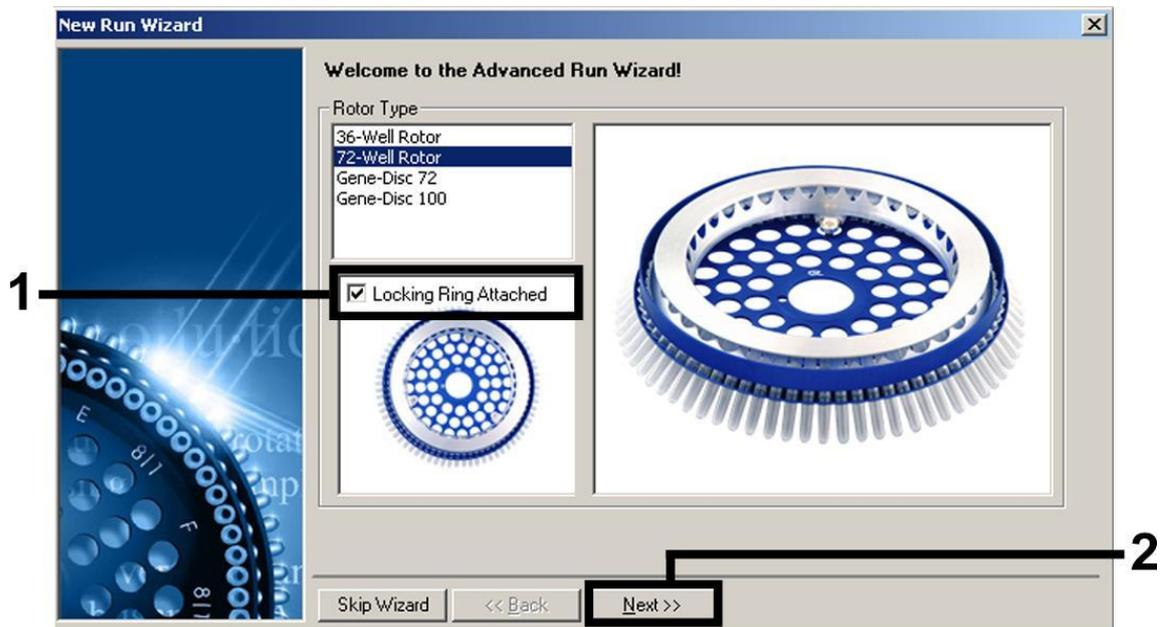

Figure 1. Boîte de dialogue « New Run Wizard ».
Définition des paramètres généraux d'analyse	Figures 1, 2, 3
6. Tout d'abord, ouvrir la boîte de dialogue « New Run Wizard » (Assistant de lancement d'un nouveau cycle) (Figure 1). Cocher la case « Locking Ring Attached » (Anneau de blocage posé) et cliquer sur « Next » (Suivant).